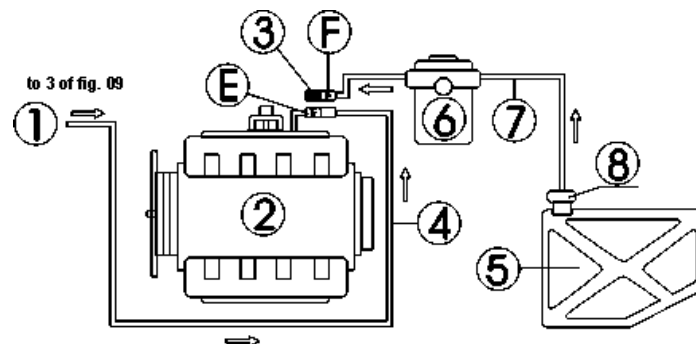

Рис. 10
Подключение шлангов двигателя без возвратного шланга, как показано на Рис. 10.
- 1) Отсоединить шланги подачи топлива (E, F) топливной системы двигателя (при отсоединении соединителя обернуть его куском ткани), и затем подобрать необходимый соединитель и подсоединить его к концу шланга E. Снова подсоединить топливный выпускной шланг установки и повесить шланг возврата топлива. См. Рис. 10.
- 2) Закрыть другой конец отсоединенного конца шланга (F) надлежащей заглушкой, (использовать в том случае, если топливный насос имеет только функцию возврата топлива) или снять предохранитель топливного насоса, или отсоединить кабель питания топливного насоса.